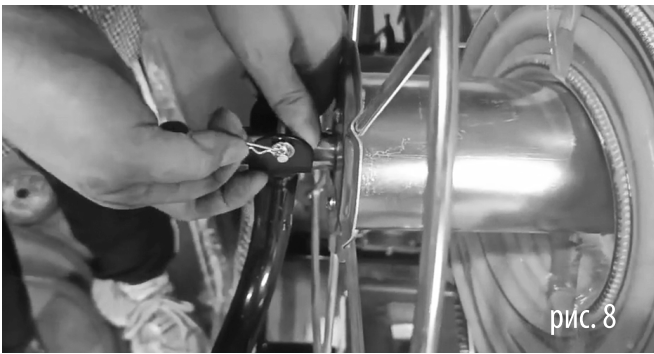

рис. 8
8. Установите такелажные штифты в отверстия на раме опрыскивателя (13) для фиксации обеих сторон барабана катушки (8) на раме опрыскивателя (13) (рис. 8).